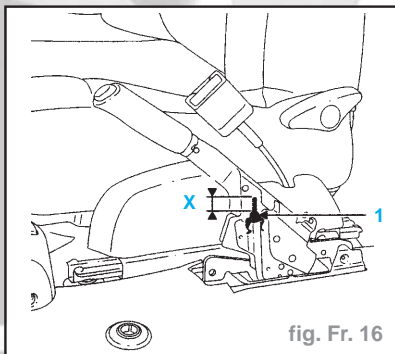

fig. Fr. 16
- Dévisser l'écrou (1) de réglage du frein à main en repérant la cote X (environ 20 mm) afin de libérer le câble (fig. Fr. 16).
- Revisser l'écrou de réglage de frein à main en respectant la cote (environ 20 mm) (fig. Fr. 16)
- Véhicule sur un pont à prise sous coque, dévisser l'écrou (1) de façon à libérer totalement le palonnier central (fig. Fr. 16).